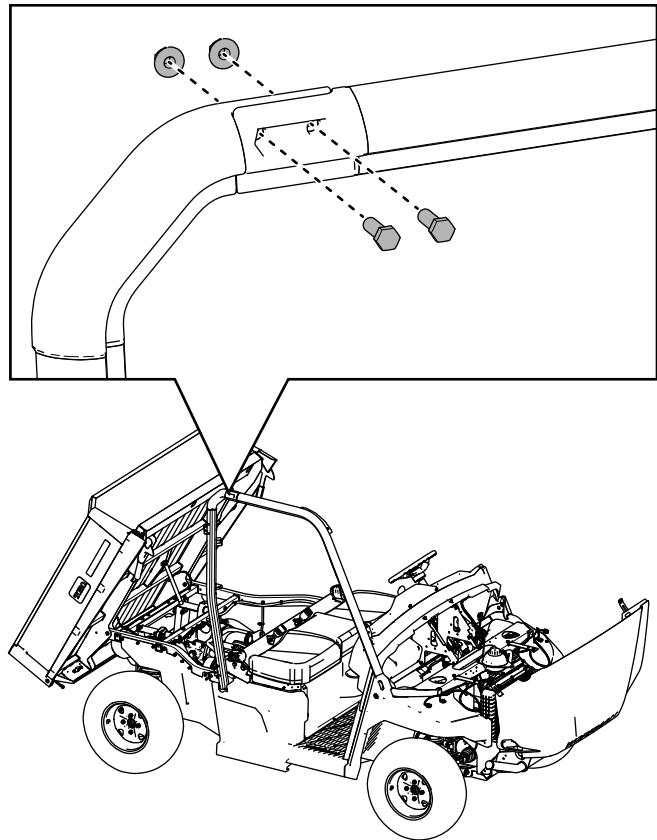

Figure 14
8. Fixez légèrement la barre avant droite de l'arceau de sécurité à la barre arrière droite à l'aide de 2 boulons à tête hexagonale ($\frac{3}{8} \times 1\frac{1}{4}$ po) et de 2 contre-écrous ($\frac{3}{8}$ po), comme montré à la Figure 14.